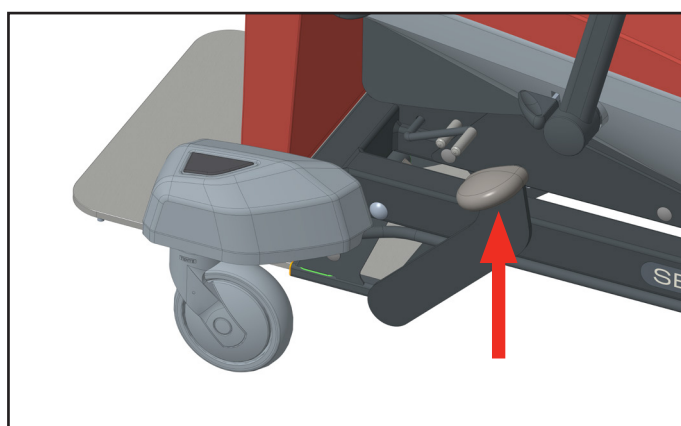

Fig. 14 Abbassamento
- ▶ Sollevare il pedale (vedere la Fig. 14) e attendere che la piattaforma di supporto del materasso della poltrona scenda in posizione di trasporto